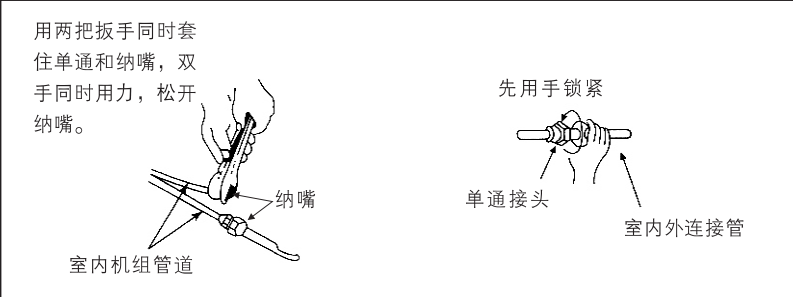

图 18
- (1) 将纳嘴和密封帽拆开，将铜管尽头的纳嘴松开，使内藏气体排出，如图18所示。当纳嘴拆开时，应将密封帽拆出，不然制冷剂将不能循环，压缩机就可能烧毁。
- (2) 连接时，应在单通螺牙及管的喇叭口上涂上少许冷冻润滑油，以防螺牙损坏，且按图18所示对准管道拧紧。